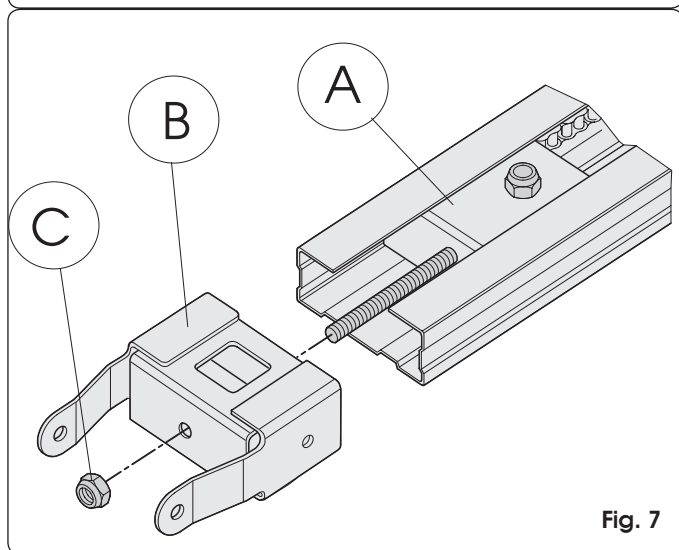

Fig. 7
- 2) Schuif de transmissie-eenheid over heel de geleiderail (Fig. 7 ref. A) tot vlakbij het uiteinde aan de voorkant, de kant tegenover de aandrikkoppelingsgroep.
- 3) Assembleer de bevestiging aan de voorkant (Fig. 7 ref. B) met de transmissie-eenheid (Fig. 7 ref. A).
- 4) Span de ketting iets door de moer aan te draaien (Fig. 7 ref. C).